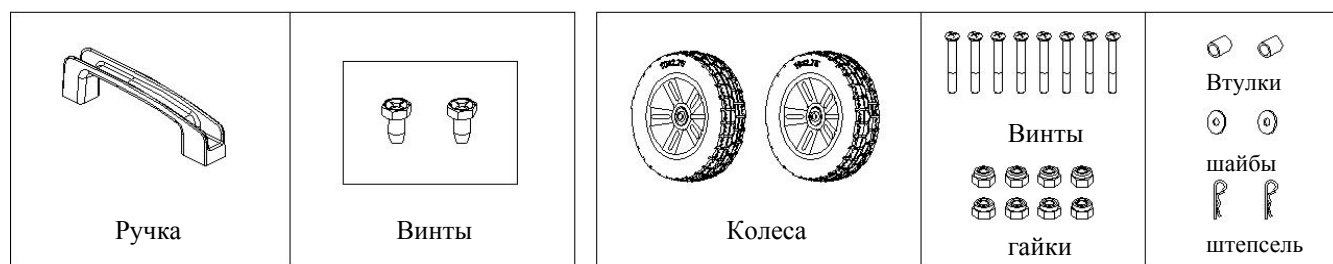

Рис. 3
3.1. РАСПАКОВКА: Вынуть нагреватель и все упаковочные материалы из коробки (Рис. 3 и 4) .